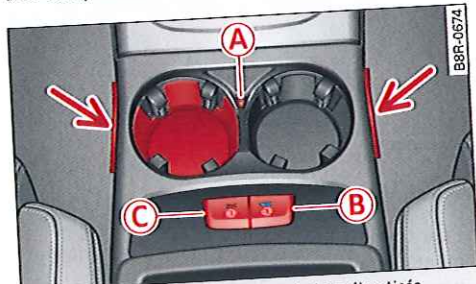

Fig. 72 Console centrale : porte-gobelets climatisés
- Pour maintenir la boisson **froide**, pressez la touche **(B)** ⇒ fig. 72. La LED intégrée dans la touche s'allume en bleu.